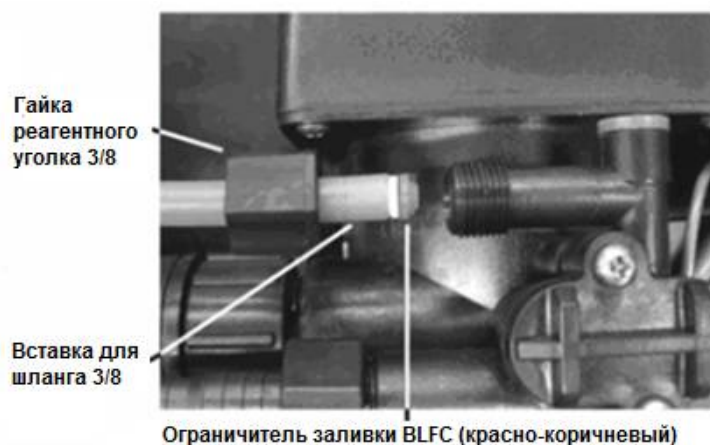

Рис.5
4. Вставьте трубку в соединительный разъем как показано на Рис.5.